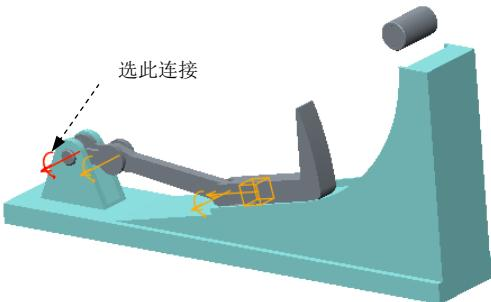

图 7.7.24 选取参考对象
(1) 选择命令。单击 **插入** 区域中的“伺服电动机”按钮 ，系统弹出“伺服电动机定义”对话框。
(2) 选取参考对象。选取图 7.7.24 所示的连接为参考对象。